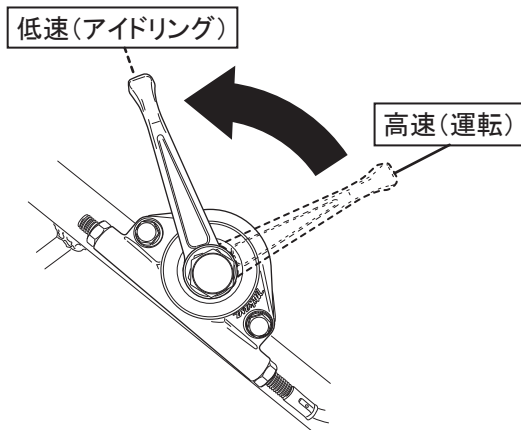

図 40
4. 调速レバーを高速(運転)から低速(アイドリング)へ戻します。(図40)